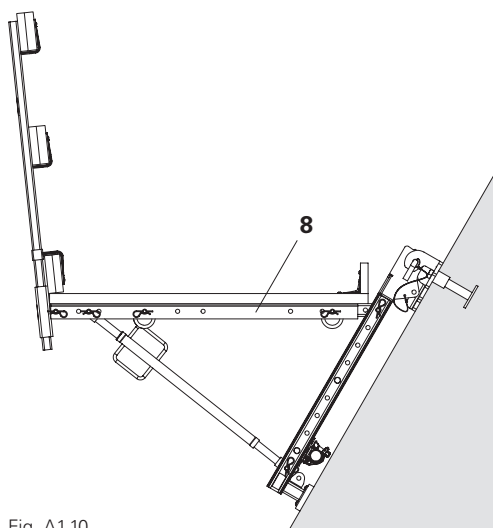

Fig. A1.10
Montante cassaforma VGK 120 (8) come corrente piattaforma (Fig. A1.10)